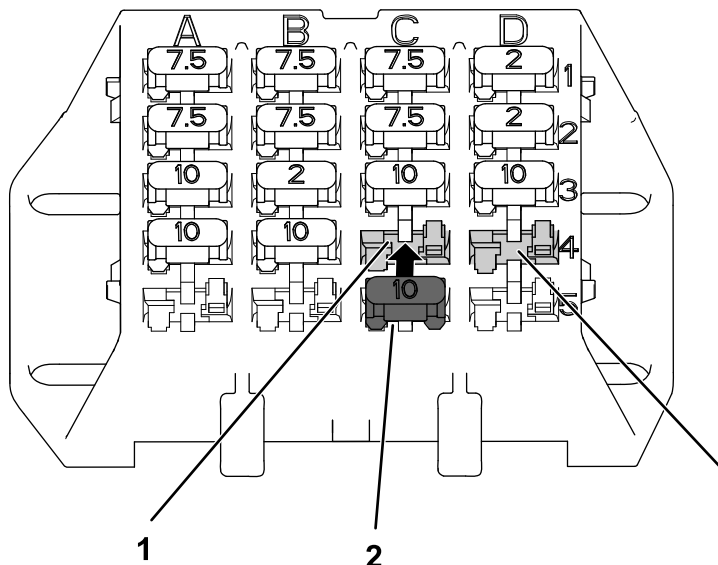

図 13
1. ヒューズボックスの C4 スロットにヒューズを取り付ける 図 13。